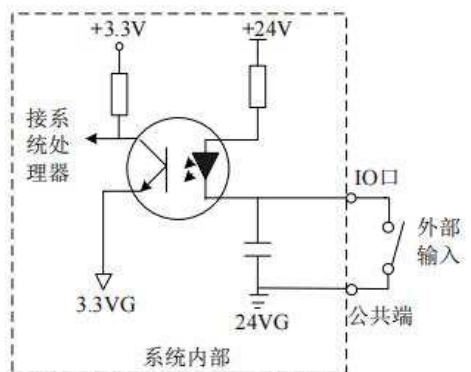

图14.3 输入接口电路原理图
- ◆ 输入口为光电隔离输入，低有效。输入信号可以是机械接触式开关，或者光电开关，支持常开常闭输入。外部开关的公共端是24VGND，另外一端接对应的输入口。输入口内部电路原理图如图 14.3所示。